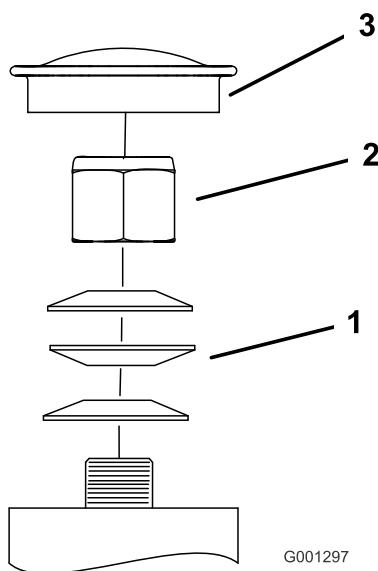

Figura 56
Importante: Verificate che le rondelle elastiche siano correttamente montate, come riportato nella Figura 56.
5. Montate gli scodellini parapolvere (Figura 56).
3. Togliete lo scodellino parapolvere dalla ruota orientabile e serrate il dado di bloccaggio (Figura 56).
4. Serrate il dado di blocaggio finché le rondelle elastiche non sono piatte, quindi allentate di un quarto di giro per mettere a punto il precarico sui cuscinetti (Figura 56).